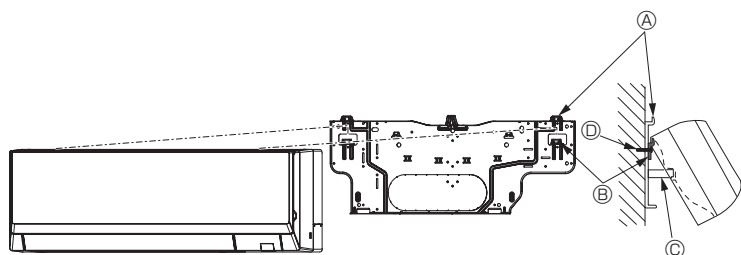

Fig. 3-12
• Если внутренний блок нельзя подвесить и поднять с помощью обычного крючка (размер 2.1. ⓐ (расстояние между потолком и блоком) составляет 75 мм или меньше), подвесьте блок на нижний крючок с левой стороны трубопровода. (Fig. 3-12)
(Fig. 3-12)